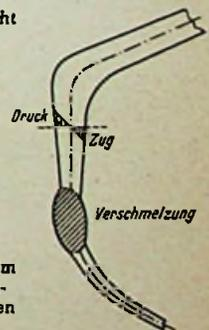

Bild 3. Kolbensacke im Schnitt; Glasvorspan- nungen im luftgefüllten Zustand
- In der Zeile oberhalb von Bild 3 muß es heißen:
der Bildschirmwanne besonders dick gemacht worden und außerdem werden während des Verarbeitungsprozesses in der Glashütte durch Anblasen des heißen, oberhalb des Transformationspunktes liegenden Glases darin gewünschte Vorspannungen erzeugt. An der Innenseite entsteht dabei ein dreiachsiger Zug- und an der Außenseite ein dreiachsiger Druckspannungszustand. In Bild 3 sind diese Spannungen für eine Ebene dargestellt. Im evakuierten Zustand lastet der Außendruck auf dem Kolben. Die dadurch im Glas auf- tretenden Spannungen werden jedoch durch die Vorspannungen herabgesetzt. Da Glas be- sonders kerbempfindlich ist, sind nur etwa 10mal niedrigere Zug- als Druckspannungen erlaubt, und man darf die maximal zulässige Zugspannung von $\sigma = 100 \text{ kg/cm}^2$ nicht über- schreiten.